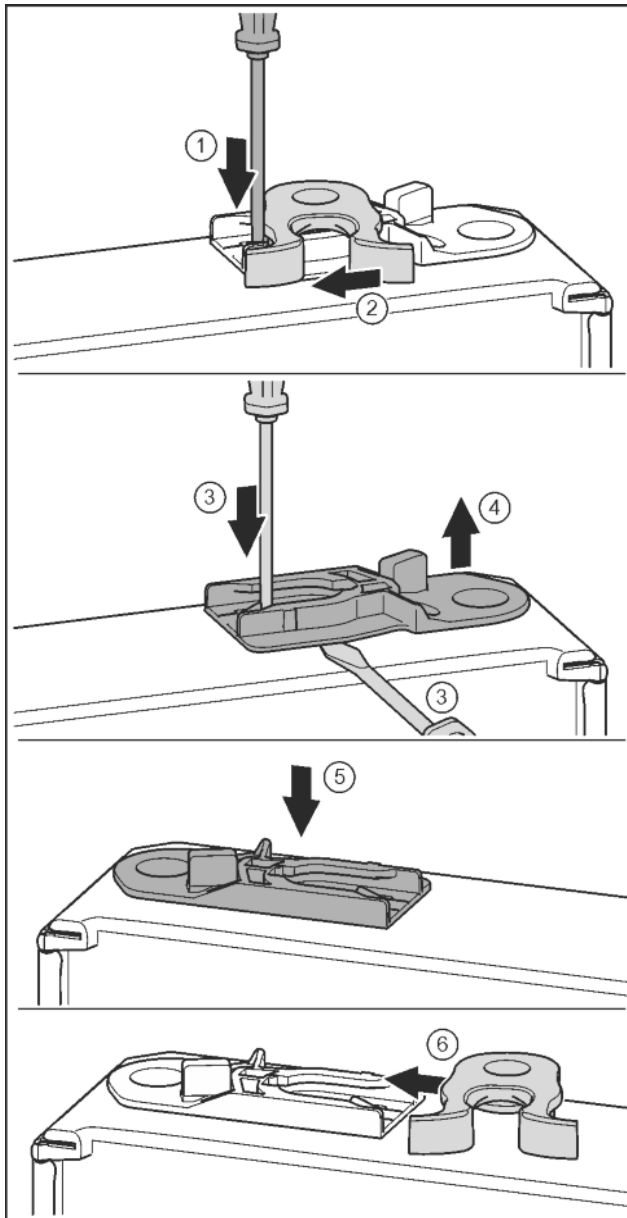

Fig. 19
- ▶ За допомогою шліцевої викрутки притисніть униз накладку. Fig. 19 (1)
- ▶ Витягніть із напрямної запірний гачок. Fig. 19 (2)
- ▶ Витягніть направляюче гніздо: Натисніть шліцевою викруткою накладку і одночасно підведіть її під направляюче гніздо. Fig. 19 (3, 4)
- ▶ Направляюче гніздо, що входить до складу поставки, вставити з іншого боку корпусу. Fig. 19 (5)
- ▶ Вставте в направляючу запірний гачок. Fig. 19 (6)